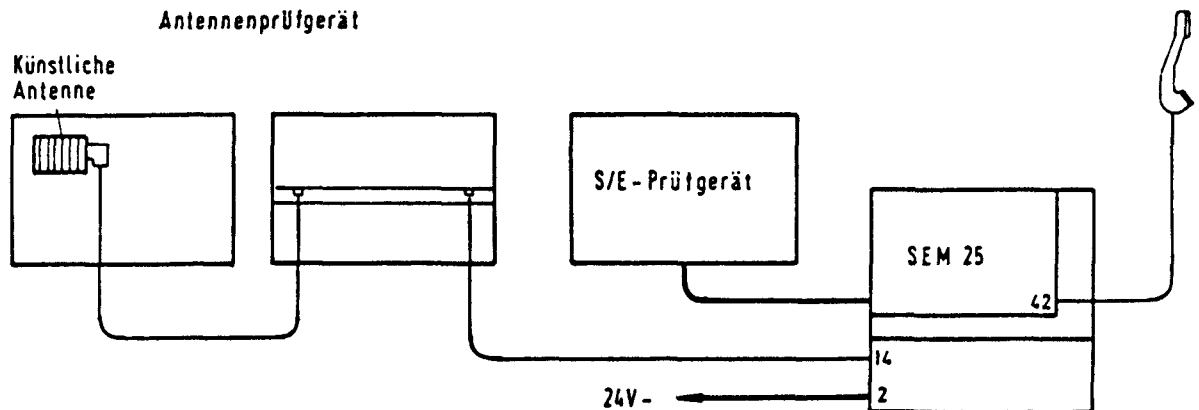

Bild 40. Messaufbau
4.5.6 Einstellen des Oszillators (Bild 40)